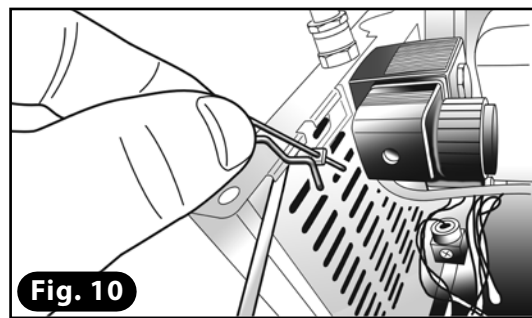

Fig. 10
- 16) Quite la grapa de seguridad situada en la varilla de apoyo del armazón manteniendo levantado este último con la otra mano (Fig. 10).